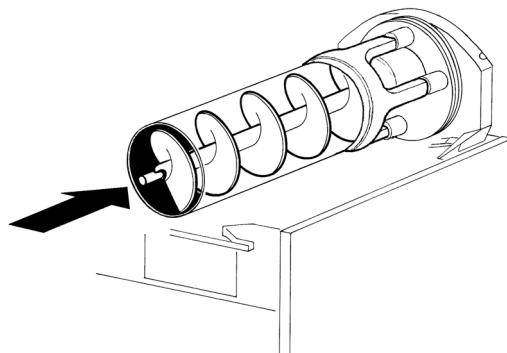

figure 13
- 5** Introduire l'hélice intérieure dans l'évaporateur en veillant à l'accompagner jusqu'au fond mais en évitant qu'elle heurte la paroi postérieure (voir figure 13).